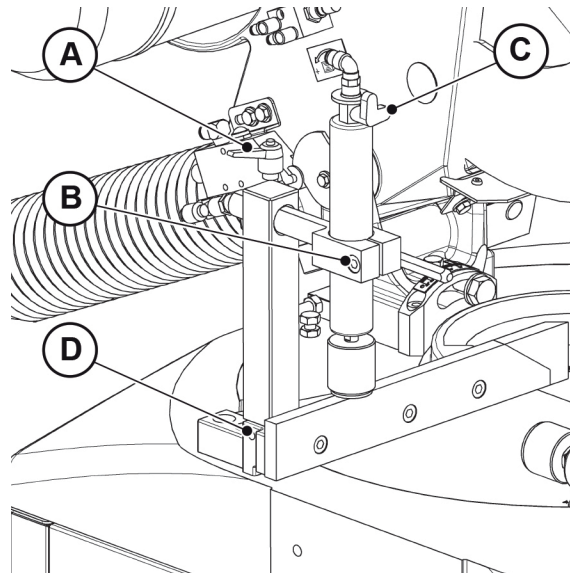

Fig. 07-06
- 1 Desserrer la poignée débrayable "**A**" (**Fig. 07-06**) pour régler la distance du profilé.
- 2 Desserrer la vis "**B**" (**Fig. 07-06**) pour régler l'étau dans le sens vertical.
Pour exclure l'étau vertical, intervenir sur le robinet "**C**" (**Fig. 07-06**).
L'étau vertical peut être positionné à D ou à G par rapport à la tête en intervenant sur la vis de fixation "**D**" (**Fig. 07-06**).